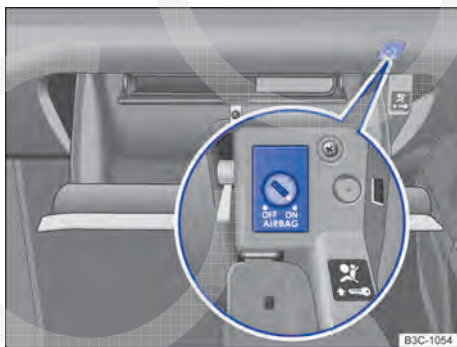

Fig. 82 No porta-objetos: interruptor acionado pela chave para desligar e ligar o airbag frontal do passageiro.
- Colocar a chave de emergência no interruptor acionado pela chave no porta-objetos ⇒ Fig. 82 até a segunda resistência. Então, a chave de emergência é inserida em aproximadamente 3/4 no interruptor acionado pela chave ⇒ Ⓞ.
- Colocar a chave de emergência no interruptor acionado pela chave no porta-objetos ⇒ Fig. 82 até a segunda resistência. Então, a chave de emergência é inserida em aproximadamente 3/4 no interruptor acionado pela chave ⇒ .